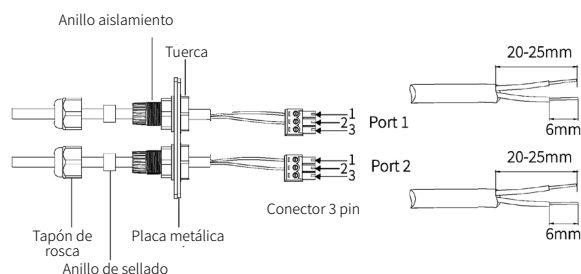

Fig. 34. Proceso de conexión al terminal.
2. Pase el cable a través del orificio y conéctelo al terminal en el siguiente orden: tapón de rosca, anillo de sellado, aislante, placa de metal, tuerca y conector de 3/6 pines, tal como se muestra en la Fig. 34 :